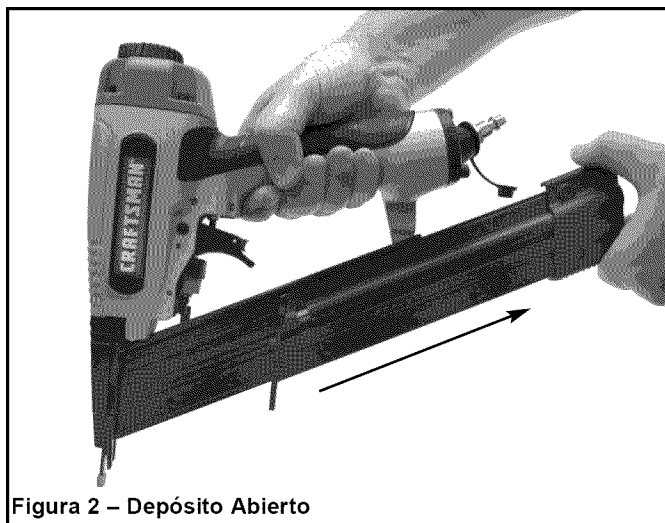

Figura 2 – Depósito Abierto
- Presione el pestillo y deslice la tapa del depósito para abrirla (véase la Figura 2).